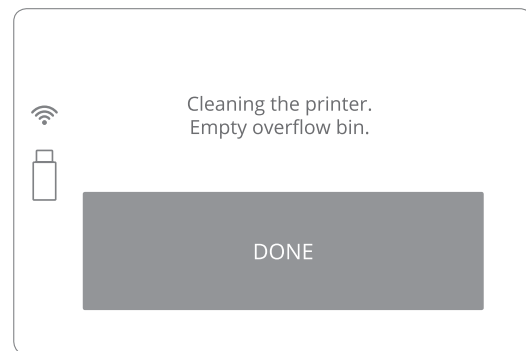

Bild 43. Reinigen Sie die ÜBERSCHUSS-KAMMER.
16. Nachdem die ÜBERSCHUSS-KAMMER entleert wurde, bestätigen Sie mit DONE und schließen Sie den Deckel (Bild 43).